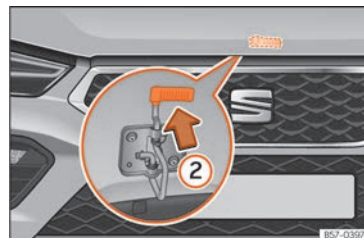

Abb. 208 Hebel unter der Motorraumklappe.
- Zum Anheben der Motorraumklappe drücken Sie den Hebel unterhalb der Motorhaube nach oben >>> **(Abb. 208) ②**. Dabei wird der Fanghaken entriegelt.